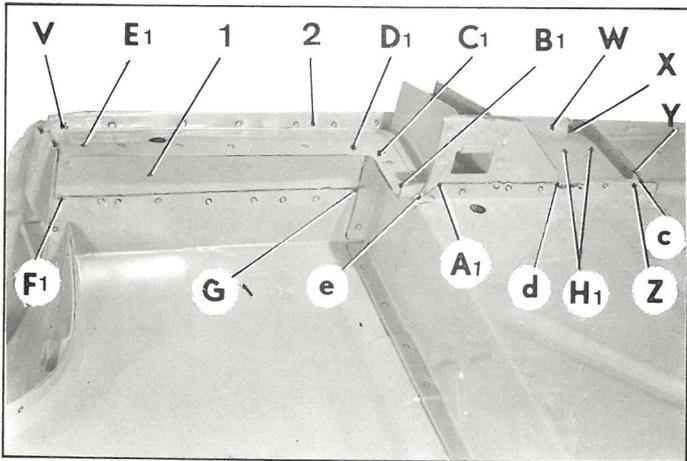

Fig. 5
- en I₁ (fig. 5) (un point)
- en G₁F₁ (fig.5)
24. Poser la tôle de fermeture de brancard de bas de caisse (1) et la bordure de sertissage (2) (fig. 5) :
- en VW (fig. 5)
- en XY (fig. 5)
- en ZA₁ (fig. 5)
- en B₁C₁ (fig. 5)
- en D₁E₁ (fig. 5)
- en H₁ (fig. 5) (deux points)